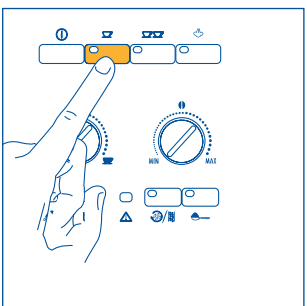
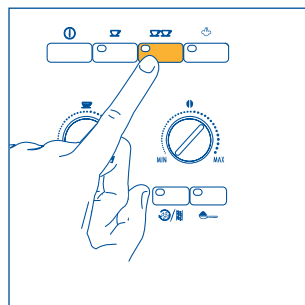

Fig.12
Fig. 13
- 5) Tryk på tast ☺ (fig. 12), hvis du har valgt at brygge en kop kaffe eller på tast ☺☺ (fig. 13), hvis du har valgt at brygge to kopper kaffe. Nu begynder maskinen at male kaffebønnerne, den udfører en kortvarig forinfusion og derefter fuldfører den udstrømningen i koppen. Når den indstillede mængde er brygget, afbryder maskinen automatisk kaffeudstrømningen og smider grumset i kaffegrumsbeholder.
- 7) Tryk på tast ① for at slukke maskinen. (Inden den slukkes, udfører apparatet automatisk en skylning: der løber lidt varmt vand ud af hanerne, som samles i den nedenstående dråbeopsamlingsbakke – Pas på ikke at skolde sig). Hvis maskinen ikke slukkes ved at trykke på tast ①, slukkes den og udfører en hurtig skylning automatisk, under alle omstændigheder 3 timer efter den sidste betjening.
BEMÆRK 4: Mens maskinen er i gang med at brygge kaffen, er det muligt at stoppe udløbet når som helst, ved at trykke på den forud valgte tast ☉ (fig. 12) eller ☉☉ (fig. 13).
BEMÆRK 5: Så straks udløbet er færdigt, kan kaffemængden i koppen forøges ved at holde den forud valgte tast ☉ (fig. 12) eller ☉☉ (fig. 13) trykket ned, indtil man når den ønskede mængde kaffe denne operation skal foretages indenfor 3 sekunder efter at kaffeudløbet er færdigt).
BEMÆRK 1: hvis man lige efter at have lavet cappuccino og deaktiveret dampfunktionen ved at trykke på tasten til damp ☹, trykker på tast ☹ (fig. 12) eller ☹☹ (fig. 13) for at brygge mere kaffe, er maskinens temperatur for høj til kaffebrygning (de grønne kontrollamper ☹ og ☹☹ blinker for at vise at temperaturen ikke er passende): det er derfor nødvendigt at vente ti minutter mens maskinen køler lidt af.